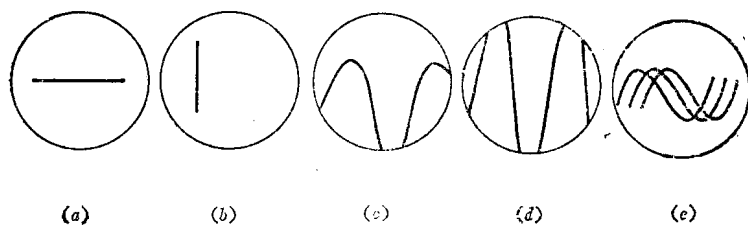

图 2-1 不正常的波形
3. 用示波器测试时,显示出如图 2-1 所示不正常波形,是由于什么原因引起的? 调节哪些旋钮可使波形正常?